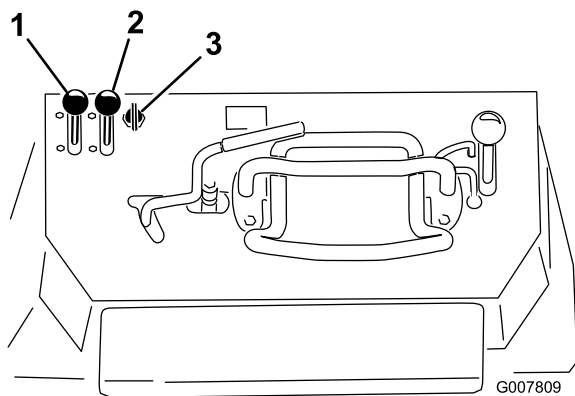

Figure 19
- Réglez la manette d'accélérateur à mi-course entre les positions bas et haut régime (Figure 19).
2. Levez la manette de starter en position contact établi (Figure 19).
- Pour le modèle 22971, tournez la clé en position contact établi (Figure 19). Relâchez la clé quand le moteur démarre.
4. Amenez progressivement la manette de starter en position hors service (Figure 19). Si le moteur cale
5. Réglez la manette d'accélérateur à la position voulue (Figure 19).
1. Placez la manette d'accélérateur à la position bas régime (Figure 19).
3. Tournez la clé de contact en position contact coupé (Figure 19).